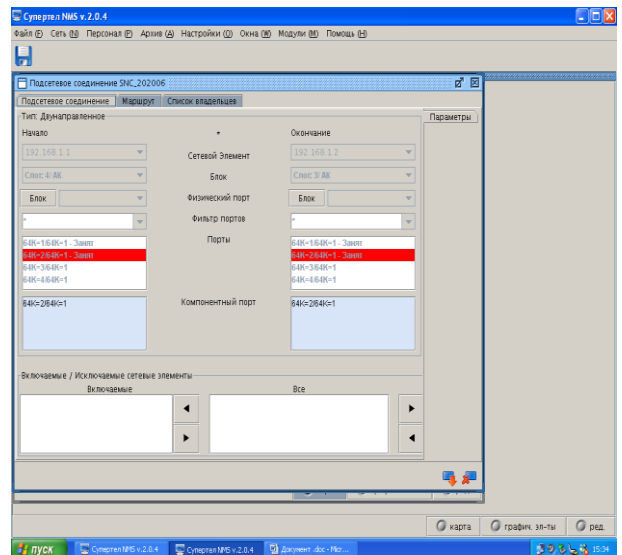

Рис. 35
22. Нажмите на кнопку , будет произведена загрузка трассы в оборудование (рис. 35).